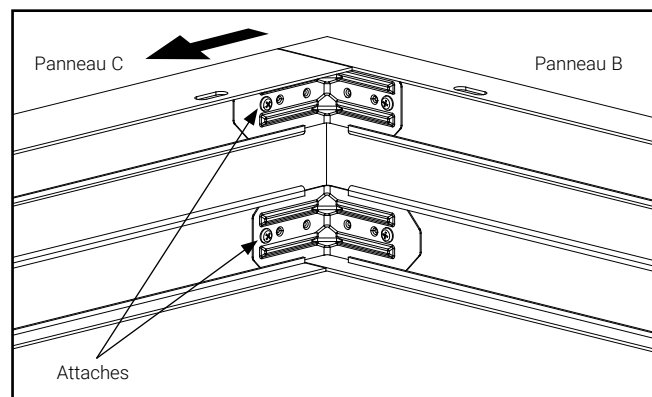

Figure 2.
4. Assemblez les trois panneaux (parties B et C). Assurez-vous que les panneaux B et C sont en angle droit (90 degrés) ou perpendiculaires l'un à l'autre. Fixez les supports au panneau C avec les attaches. Consultez la (Figure 2).